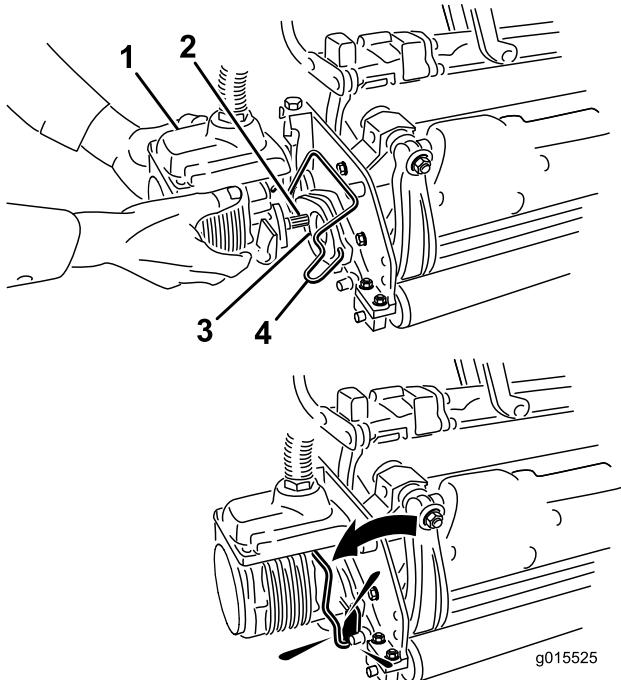

Figura 34
6. Spalmate del grasso pulito sull'albero scanalato del motore dell'apparato di taglio (Figura 34).
7. Inserite il motore nel lato sinistro dell'apparato di taglio (come mostrato dalla posizione dell'operatore) e tirate la barra di fissaggio del motore sull'apparato di taglio verso il motore stesso fino a udire chiaramente uno scatto da ambo i lati del motore (Figura 34).